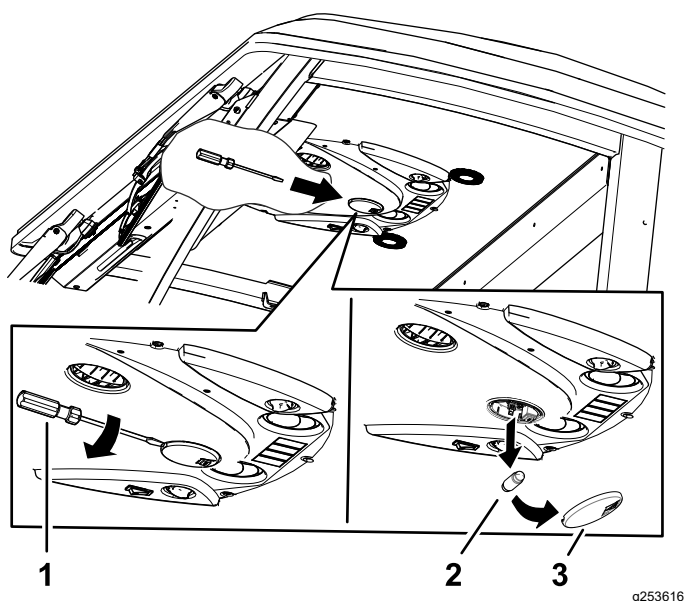

Figure 84
1. Avec un tournevis, enlevez le verre du panneau de commande (**Figure 84**).
2. Retirez l'ampoule du culot (**Figure 84**).